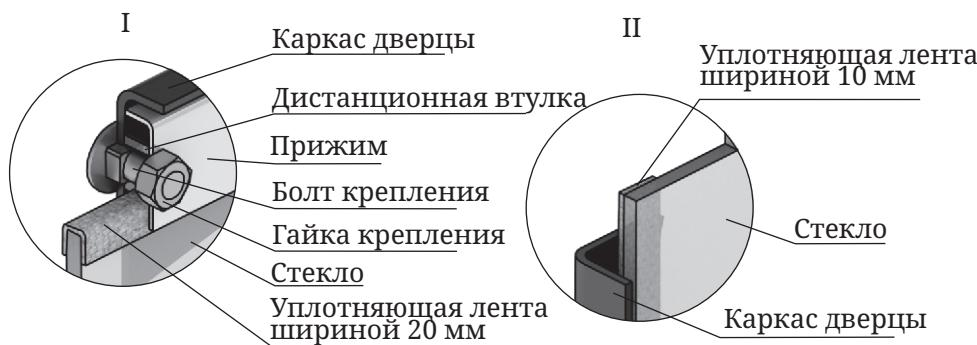

Рисунок 20. Крепление светорозрачного экрана дверцы модификации «Витра»
1. Отверните две гайки, фиксирующие прижим (рисунок 20.I), демонтируйте его и дистанционные втулки.
- Возьмите новое стекло. Если на нем нет уплотняющих лент, наклейте их: лента шириной 20 мм наклеивается сверху и снизу стекла «П» - образно (рисунок 20.I), лента шириной 10 мм наклеивается вертикально, вдоль боковых сторон стекла (рисунок 20.II).
- Вставьте стекло в упор, при этом лента, наклеенная с боковых сторон (вертикальная) должна быть зажата между стеклом каркасом дверцы (рисунок 20.II).
*Внимание! Гайки, крепящие прижим, накручиваются на болты крепления через дистанционные втулки (рисунок 20.I).*